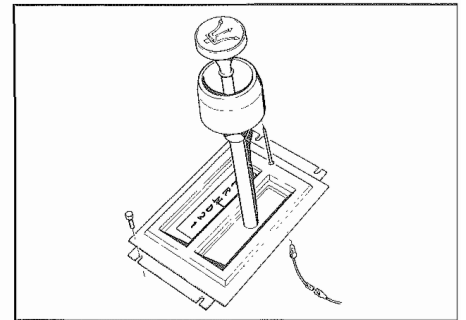

Fig. 12 - Rimozione del pannello
- Rimuovere il pannello mostrina (**Fig. 12**).
- Remove plate (**Fig. 12**).